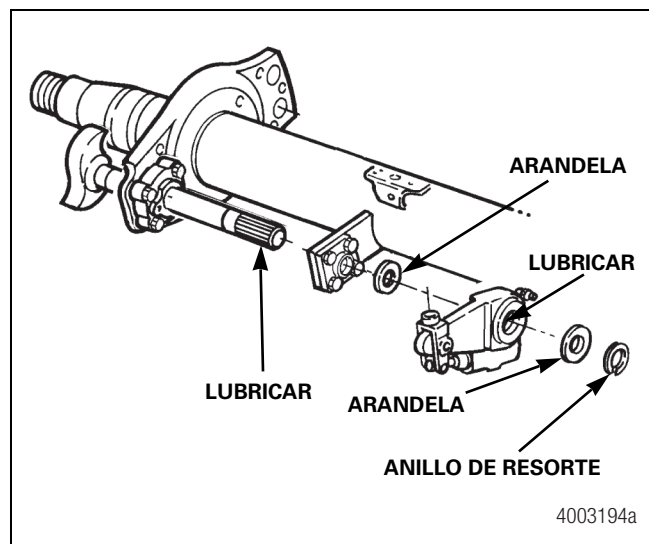

Figura 5.1
2. Lubrique el eje de levas y las ranuras del ajustador de freno con un compuesto antiagarrotamiento. Instale el ajustador de freno, las arandelas y el anillo de resorte. Figura 5.1.